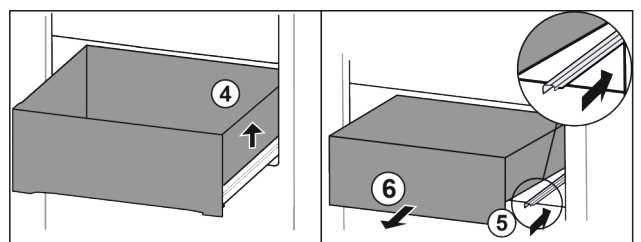

Fig. 114
- ▶ Schubfach rechts anheben. Fig. 114 (4)
- ▶ Rechte Schiene einschieben. Fig. 114 (5)
- ▶ Schubfach nach vorne entnehmen. Fig. 114 (6)